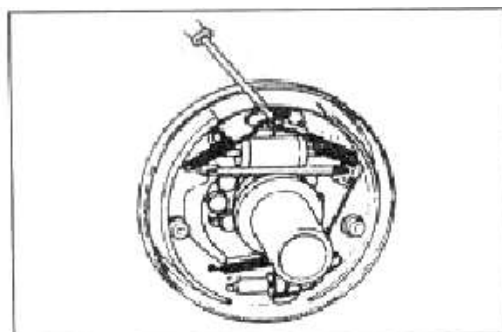

Рис. 6-10
(2) Снимите возвратные пружины двух тормозных колодок. (Рис. 6-10)